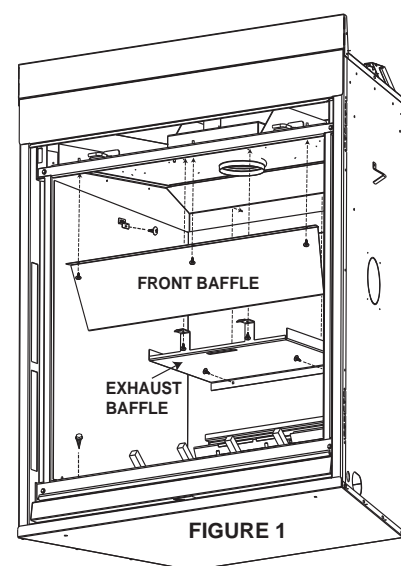
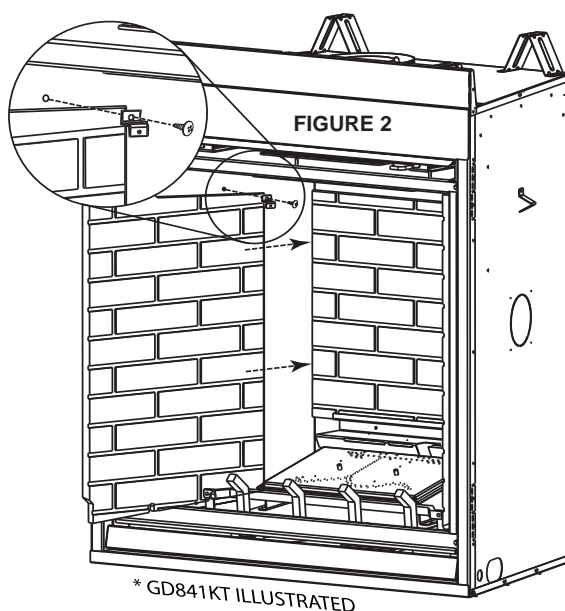
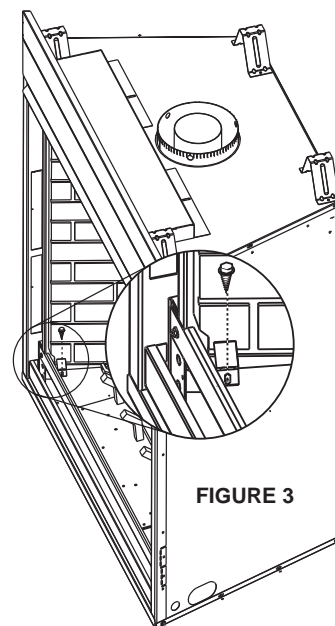

FIGURE 1
FIGURE 2
FIGURE 3
2. Remove the exhaust baffle and front baffle (HD series only). (Figure 1)
3. Remove the screws from the top right and left side of the firebox and from the bottom right and left hand corners of the burner base. (Figure 1 / Figure 3)
6. Secure the panels using the screws that were removed in Step 3 and the retainer brackets provided. (Figure 2 / Figure 3)
2. Retirez le déflecteur arrière et le déflecteur avant. (Série HD seulement) (Figure 1)
3. Retirez les vis des côtés supérieurs gauche et droit du caisson et ceux des coins gauche et droit de la base du brûleur. (Figure 1 / Figure 3)
6. Fixez les panneaux en utilisant les vis préalablement retirées à l'étape 3 et les supports fournis. (Figure 2 / Figure 3)